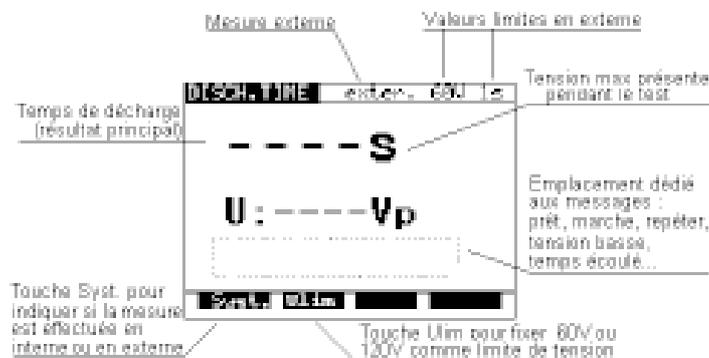

Fig. 26. Menu principal en fonction Temps de décharge
- ETAPE 1. Placez le commutateur rotatif sur la position **DISC.TIME** (temps de décharge), l'écran fig. 26 s'affiche.